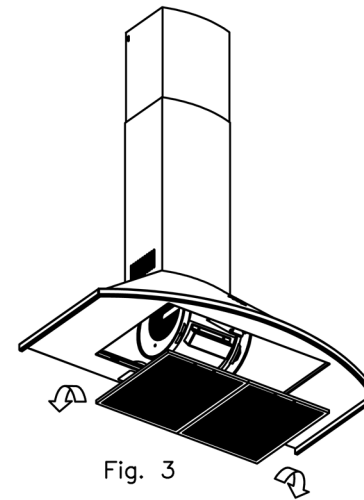
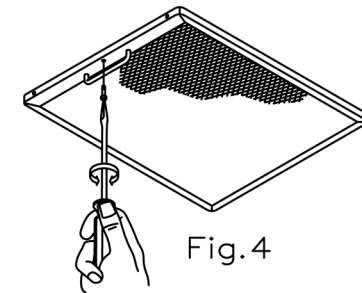

Fig. 3
Fig. 4
- **Limpieza del filtro de grasa:** En virtud del uso y como mínimo cada mes, los filtros de grasa deberán ser desmontados (Fig. 3) y (Fig. 4) y lavados en lavavajillas o en agua caliente y detergente. En el caso de utilizar lavavajillas, es recomendable colocarlos en posición vertical para evitar que los restos de comida se depositen sobre el mismo. Después de haberlos enjuagado y secado colocar-los nuevamente en su lugar, actuando de forma inversa al desmontarlos.